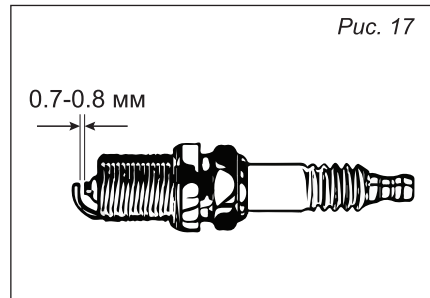

Рис. 17
4. Проверьте расстояние между электродами калибром толщины и установите зазор 0,76 мм при необходимости (рис. 17).